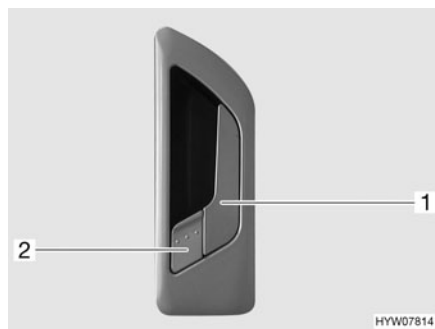

Fig. 33 Cerradura de la puerta de entrada, en el interior
- Tirar del tirador (Fig. 33,1). Se desbloqueó la cerradura de la puerta. La palanca de retención (Fig. 33,2) salta hacia fuera automáticamente.
- Presionar la palanca de retención (Fig. 33,2).